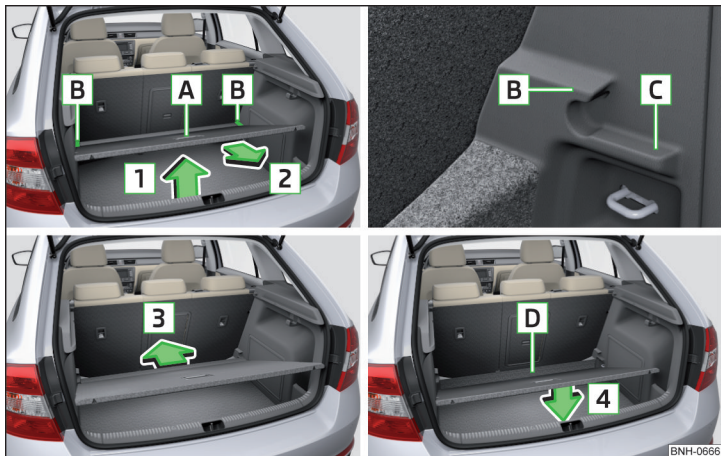

Fig. 97 Reglarea podelei variabile în poziția superioară/inferioară
- Ridicați podeaua variabilă de mânerul **A** în sensul săgeții **1** și împingeți-o parțial în sensul săgeții **2** » fig. 97.